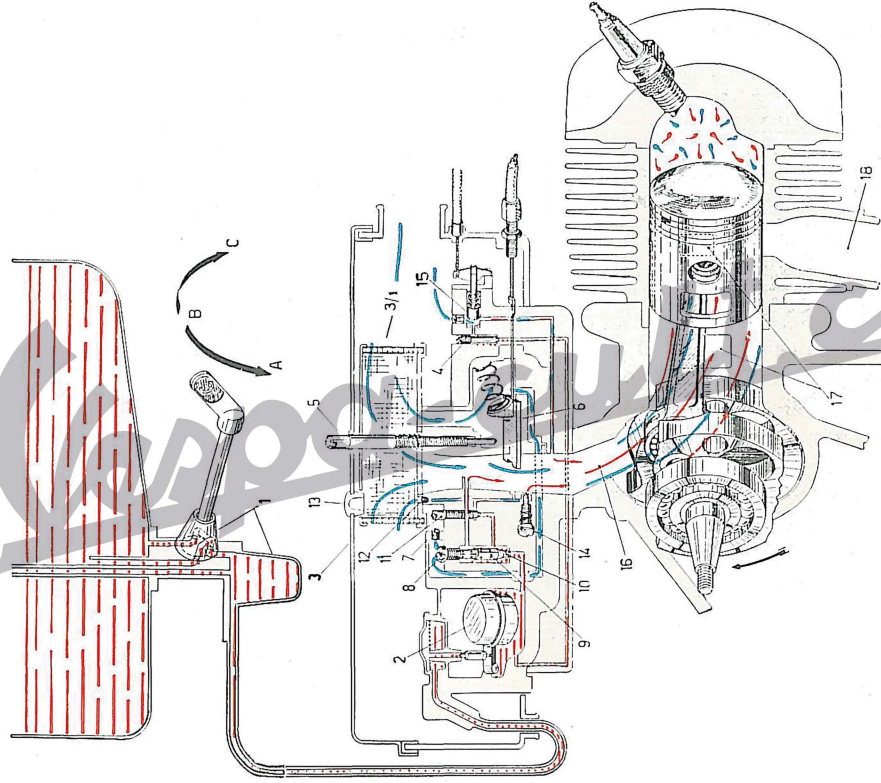

Fig. 9 - Schema dell'alimentazione e distribuzione
Per regolare il minimo, avvitare o svitare la vite zigrinata uscente dal coperchio del depuratore (fig. 9, n. 5).
- Sulla parete opposta al suddetto registro il depuratore ha un foro con tappo; smontato quest'ultimo si può accedere alla vite con molla che parzializza il condotto del minimo (fig. 9, n. 14). Per non influire sul funzionamento del motore ai bassi regimi, **non è consigliabile per il cliente** modificare la posizione di detta vite; in caso di necessità, rivolgersi alle Officine autorizzate.
- 2) - A motore fermo e con manopola comando gas completamente ruotata, immettere nel carburatore attraverso il foro sul depuratore aria (fig. 9, n. 13) 40 cm3 di olio **Essolube 30 MS** oppure **Esso Motor Oil 30**.